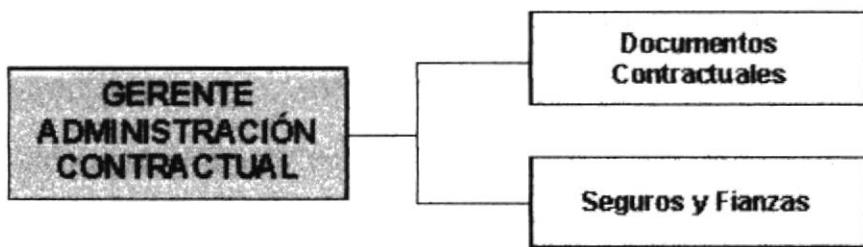

FIGURA 1.5 ESTRUCTURA ORGANIZACIONAL DEL ÁREA DE ADMINISTRACIÓN CONTRACTUAL
- Asegurar la administración contractual a través de documentos contractuales con el cliente y proveedores. Como lo muestra la figura 1.5